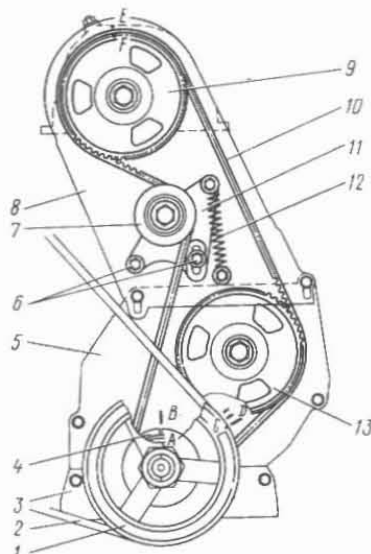

Fig. 9-9. Esquema de la transmisión del árbol de distribución:
- gire el cigüeñal hasta la coincidencia de la marca C (véase la fig. 9-9) con la marca D en la tapa media de protección, y la marca F en la polea del árbol de distribución con la marca E en la tapa de la culata de los cilindros;
Regulación del tensado de la correa. Quite la tapa superior de protección 8 (fig. 9-9).